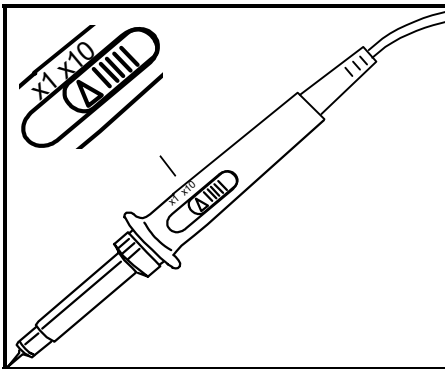

Fig 25 Druk de 'x1/x10' toets om de uitlezing aan te passen aan dat van de meetprobe „x1/x10' instelling. (Fig 25)
- Bij 1s/div tijdsbasis of trager wordt enkel de ogenblikkelijke waarde weergegeven. 'Vs' (Fig 25)